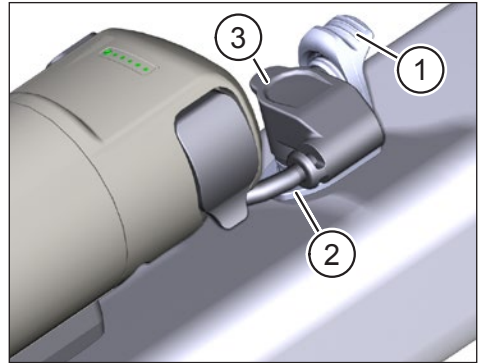

Abb. 8: Verbinden Sie das Verbindungskabel mit dem Ladeanschluss
- ▶ Klappen Sie die Abdeckung (Pos. 1 in Abb. 8) des Ladeport (Pos. 2 in Abb. 8) im E-Bike-Rahmen auf.
- ▶ Richten Sie den Stecker (Pos. 3 in Abb. 8) des Anschlusskabels so aus, dass die Steckerkodierung von Stecker und Ladeport übereinstimmen.
- ▶ Stecken Sie den Stecker in den Ladeport und sichern Sie den Stecker mit der Abdeckung (Pos. 1 in Abb. 8).